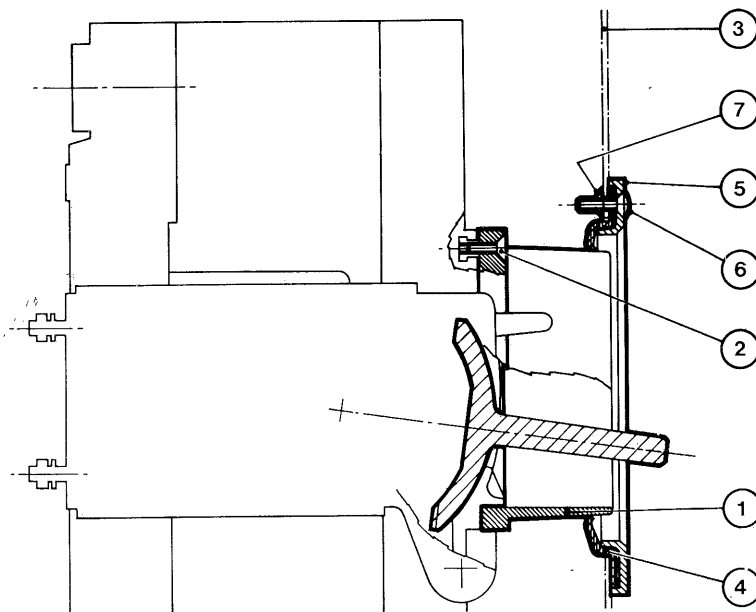

Fig. 38
**9.12. Mostrina per portella per interruttore sezionabile con comando a leva (fig. 38)**
- a) applicare sul coperchio dell'interruttore la protezione (1) servendosi delle viti (2)
- c) montare sulla portella la guarnizione in gomma (4) e la mostrina (5) fissandole con le viti (6) e le piastrelle dado (7).
**9.12. Door flange for draw-out breaker hand lever operated (fig. 38)**
- a) secure the protection (1) to the breaker cover with screws (2)